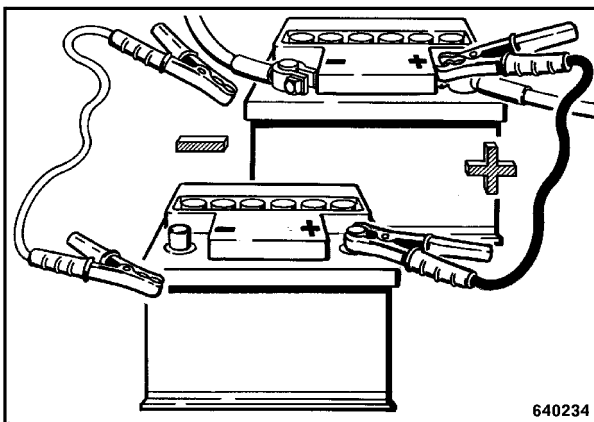

Fig. 1
- Con el cable de empalme para puesta en marcha (Fig. 1) se conectan los polos positivos de la batería auxiliar y de la batería del motor de arranque.